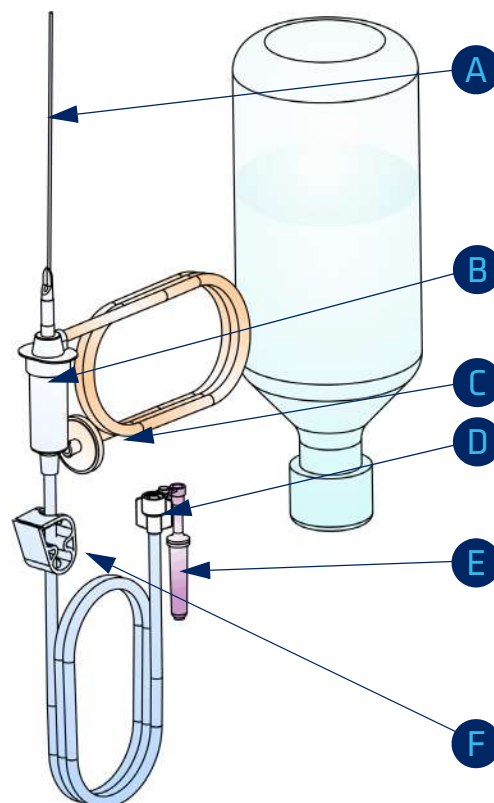
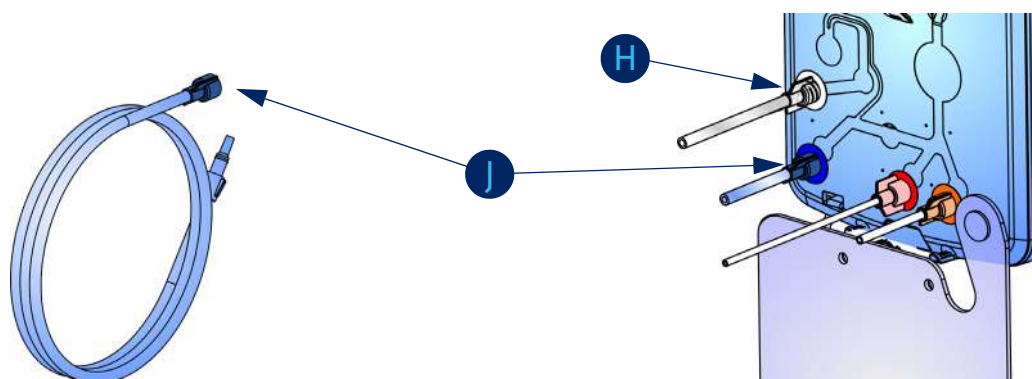

Fig. 55: Infusão VGPC/AIC
Fig. 56: Infusão VGPC/AIC: Cartucho
- ➡ 1. Conecte a tubulação de infusão com o conector branco [D] (fig. 55) no cartucho [H] (fig. 56).
- ➡ 11. Conecte a tubulação do VGPC [C] (fig. 55) no lado traseiro do EVA [G].